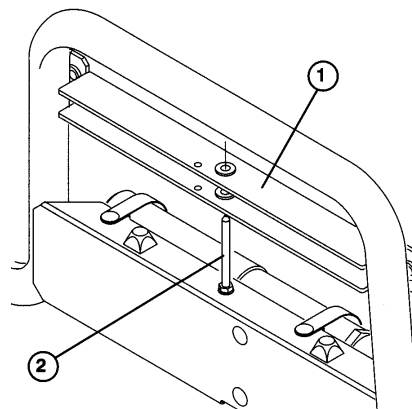

Fig. 23
2. Ta lasteplanstøtten av boltene på toppen av Workmans ryggstøttekanal (fig. 23).